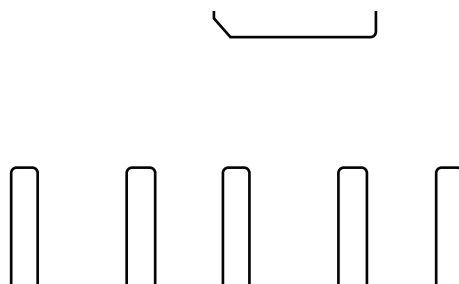

Figura C-1 Puentes Conext XW
- un puente pequeño y tres puentes grandes, incluidos con el Inversor/cargador Conext XW+ (Consulte Figura C-1.)